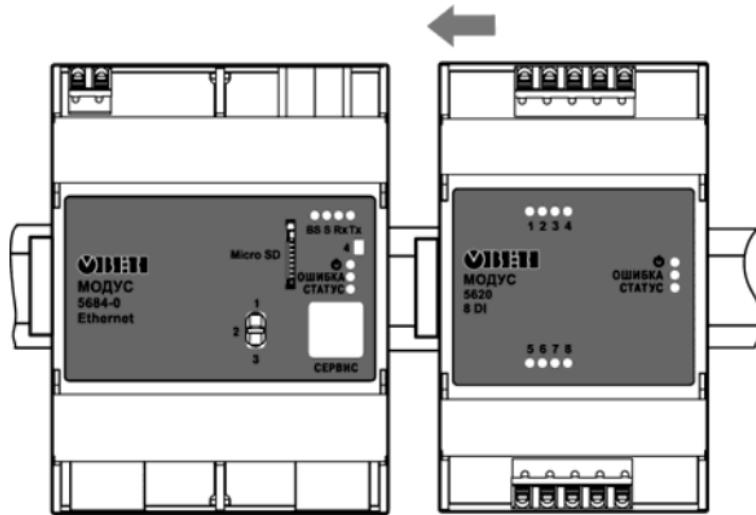

Рисунок 7.3
7.1.4 Модуль переместить по DIN рейке в сторону головного контроллера или модуля, обеспечив плотный контакт соединителей (см. рисунок 7.3).